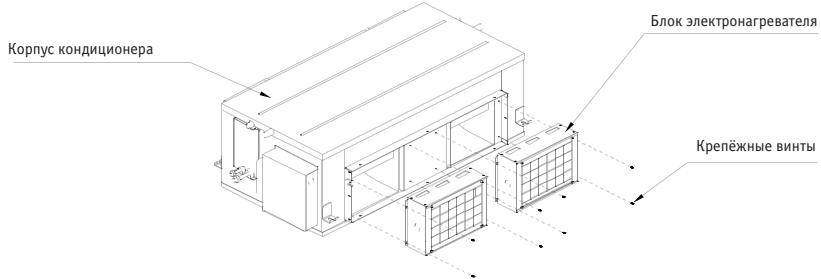
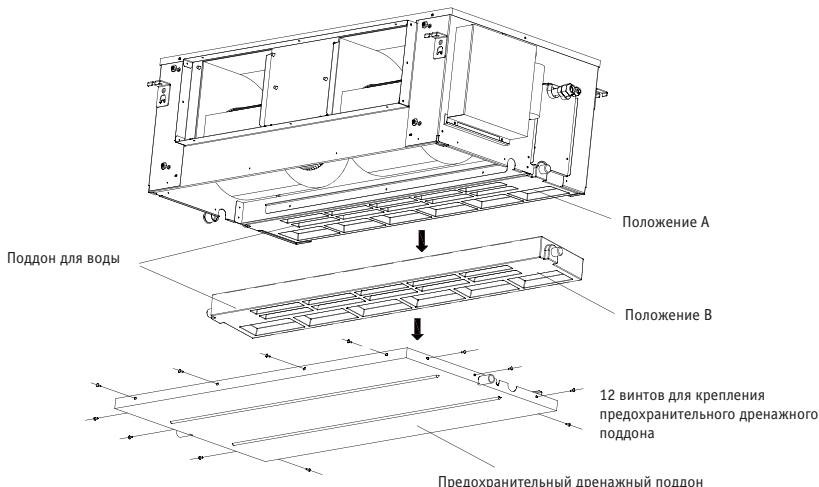

Рис. 5-16
Рис. 5-17
Установка блока электронагревателя изображена на Рис. 5-16.
- См. Рис. 5-16. Отверните все 11 винтов крепления предохранительного дренажного поддона и снимите его.
- См. Рис. 5-16. Отверните все 4 болта крепления блока вентилятора. Порядок демонтажа указан на Рис. 5-17.
- См. Рис. 5-17. Сместите до упора блок вентилятора в горизонтальном направлении, затем, чтобы снять его, слегка приподнимите и опустите вниз.